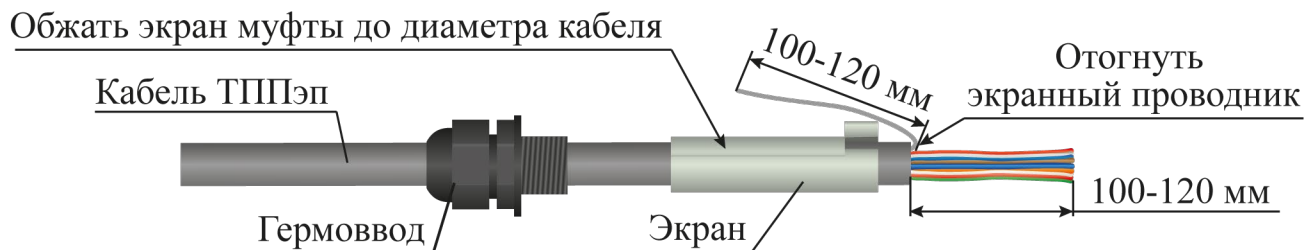

Рисунок 4.24
– надеть на оболочку кабеля ТППЭп в следующей последовательности: гермоввод, экран устройства оконечного (рисунок 4.24);
– обжать экран устройства оконечного до диаметра кабеля ТППЭп с помощью плоскогубцев (рисунок 4.24);
– снять оболочку со свободного конца кабеля ТППЭп длиной 100 - 120 мм (рисунок 4.24);
– экранный проводник отвести в сторону (рисунок 4.24);